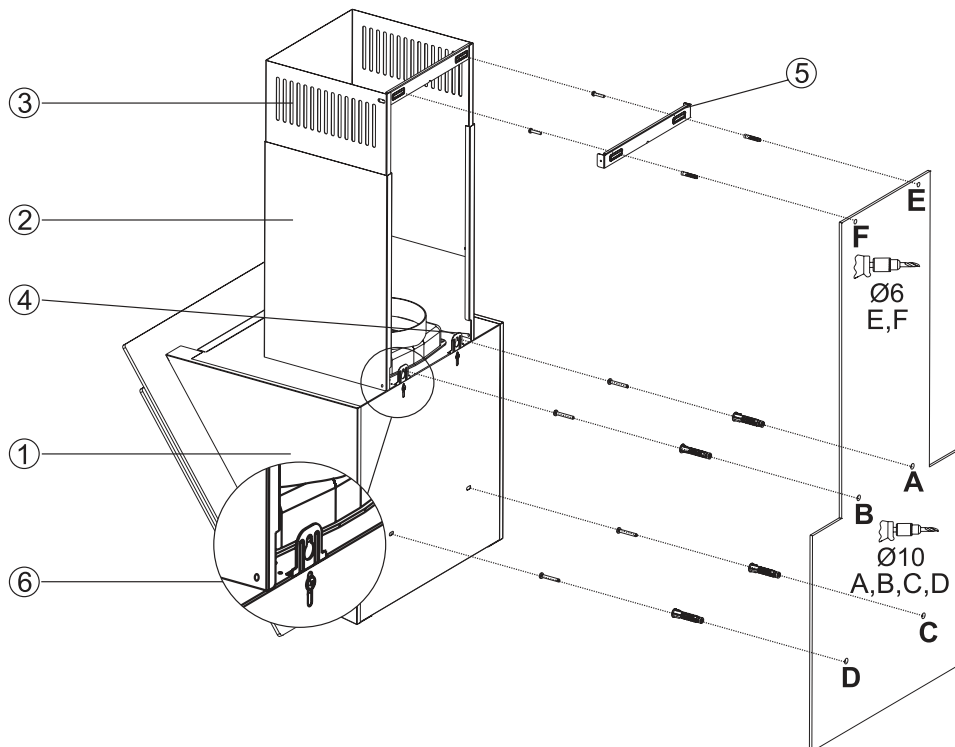

Abb. 2: Montageskizze
Der Elektroanschluss erfolgt an eine Steckdose, die meistens hinter dem Außenschacht oder Innenschacht (⇔ Abb. 2) positioniert wird.
- Löcher der Befestigungspunkte A, B, C und D bohren, Dübel einsetzen und die Schrauben an den Punkten A+B zu $\frac{3}{4}$ eindrehen (\Leftrightarrow Abb. 2). Die Montagetaschen oben hinten am Haubenkörper herausziehen und festschrauben.
Außenschacht - und Innenschacht (⇔ Abb. 2 S.14) werden nun montiert.